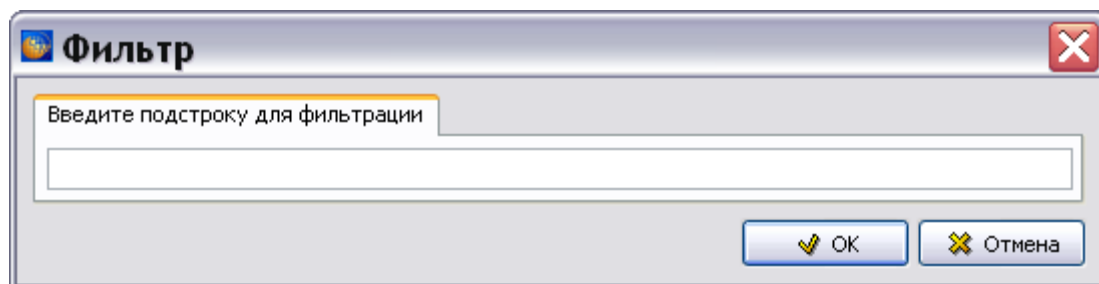

Рис. 126
3. В окне **Фильтр** введите слова для фильтрации (Рис. 126).